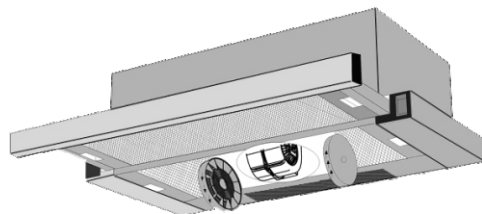

рис. 8
- установите два угольных фильтра см. табл.1 и (рис.8), предварительно удалив с них упаковочную пленку;
Угольные фильтры устанавливаются на защитные решетки корпуса вентилятора, путем легкого нажатия и поворота их по часовой стрелке (рис. 8).